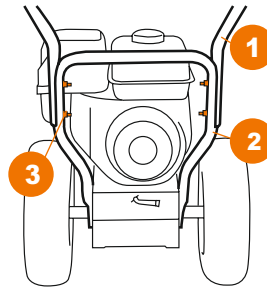

Рис. 2
ё Соедините панель оператора (1) с нижней частью рукоятки (2) с помощью четырех болтов, шайб и гаек (3) (Рис. 2).